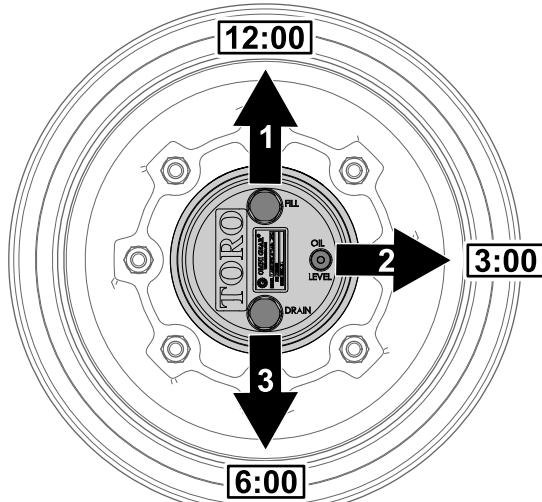

Figure 72
1. Garez la machine sur une surface plane et horizontale, puis tournez la roue de sorte que le bouchon de remplissage soit à la position 12 heures, le bouchon de contrôle soit à la position 3 heures et le bouchon de vidange soit à la position 6 heures (Figure 72).
- Retirez le bouchon de contrôle à la position 3 heures (Figure 72).
soit à la position 6 heures ; voir Figure 72 sous Contrôle du niveau de lubrifiant du train planétaire (page 77).